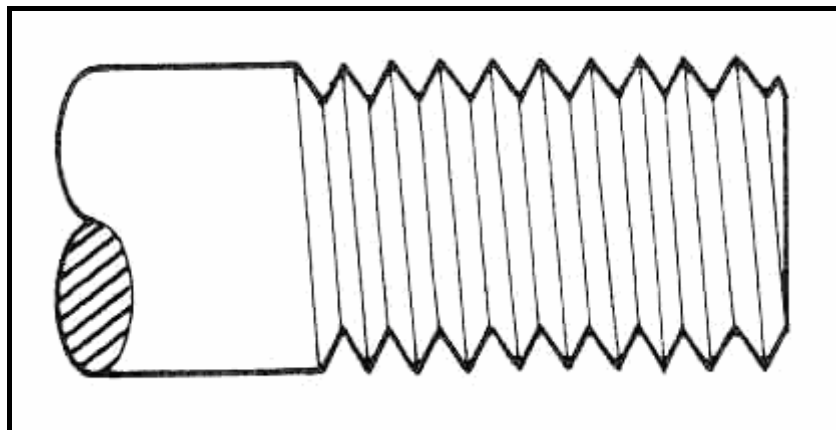

FIGUUR 1.6
- 1.16 Wat is die naam van die reeks katrolle met die aangehegte ketting of tou, soos in FIGUUR 1.6 getoon?